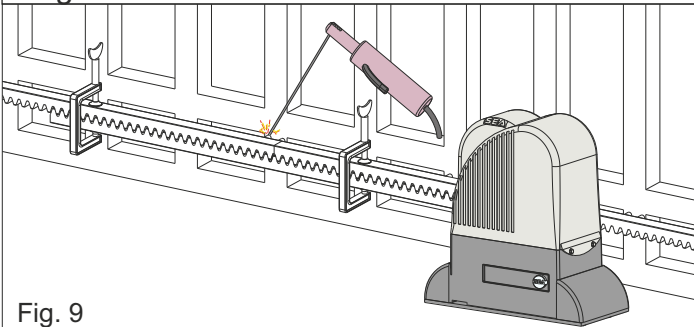

Fig. 9
5.4. Vérifier que tous les éléments de la crémaillère sont parfaitement alignés et positionnés correctement (denture en phase). Il est conseillé d'opposer deux éléments successifs avec un troisième élément comme indiqué sur la Fig. 9;